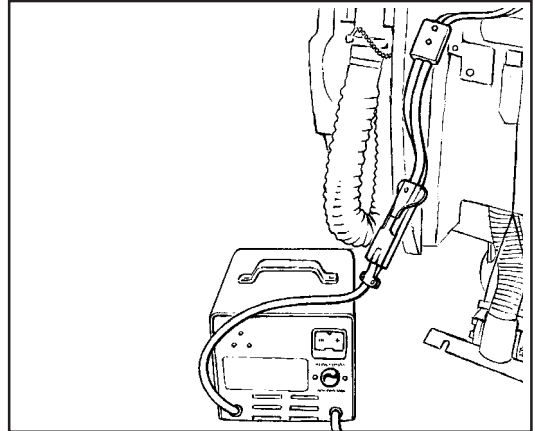

Abb. 14B
5. Verbinden Sie die Gleichstromverbindungsklemme am Ladegerät mit der Verbindungsklemme der Batterieeinheit. Siehe Abb.14B.